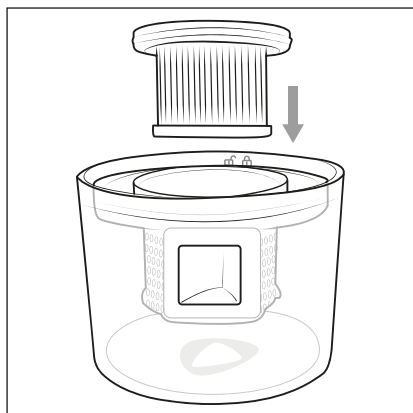

Fig. 8
- 7) Inserte el filtro HEPA ⑤ en el filtro de polvo ⑥ (fig. 8).